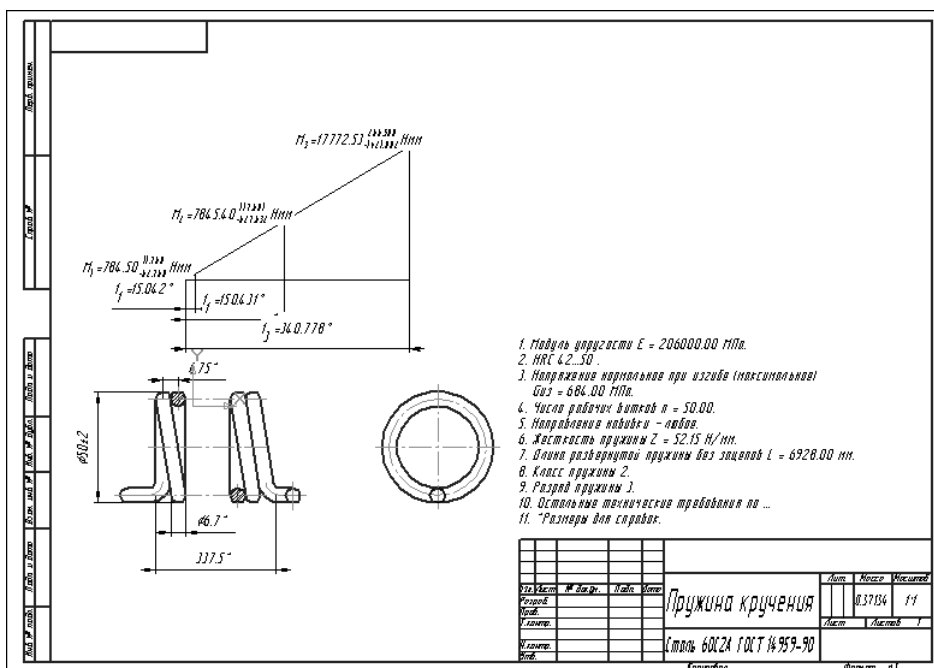

Рис. 4.104. Деталировочный чертеж пружины кручения с техническими требованиями и размерами
- переместите фантом пружины кручения в центр свободного пространства чертежа и щелкните мышью. Определится местоположение пружины кручения на чертеже. Появится детализовочный чертеж пружины кручения с техническими требованиями и размерами, см. рис. 4.104.
- откройте графический файл с ранее спроектированной пружиной кручения, например представленный на рис. 4.104.